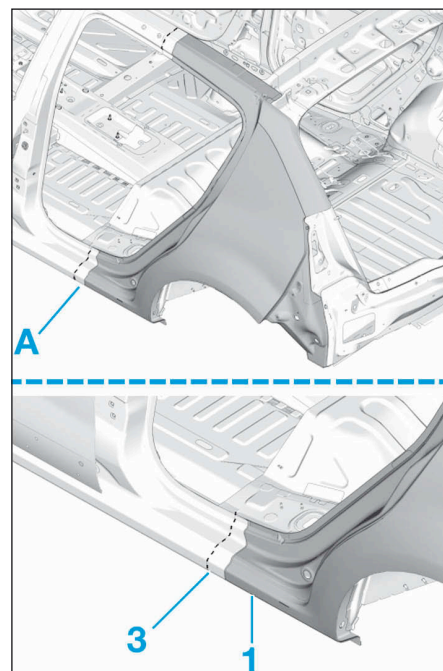

FIG.77
- Respecter les lignes de coupe (Fig.77).
- Tenir compte du détail de coupe de la ligne (A).